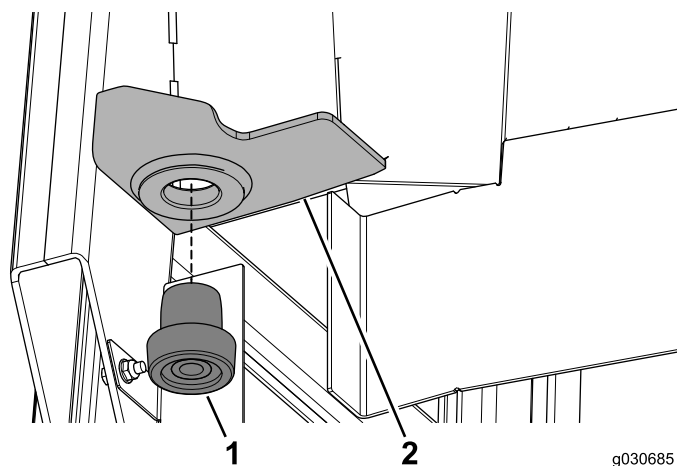

図 9
1. キャブフレームの左後マウントの穴にゴム製のアイソレータを挿入する 図 9。